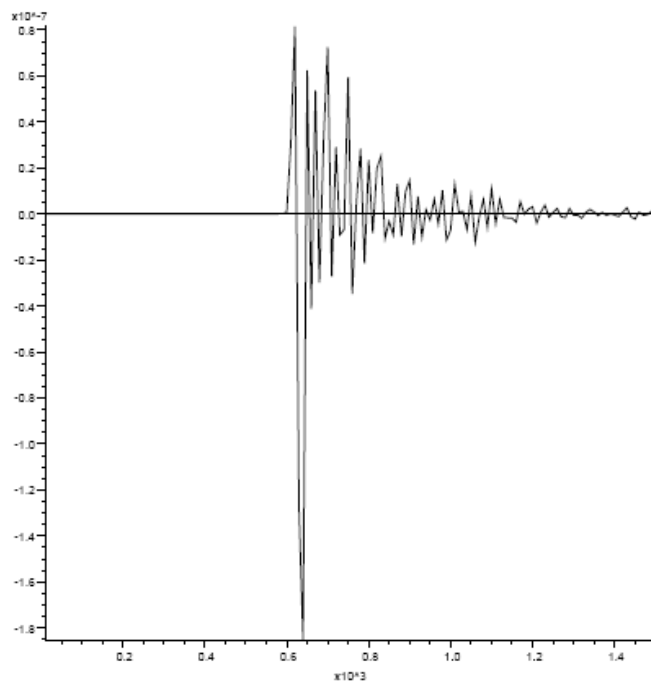
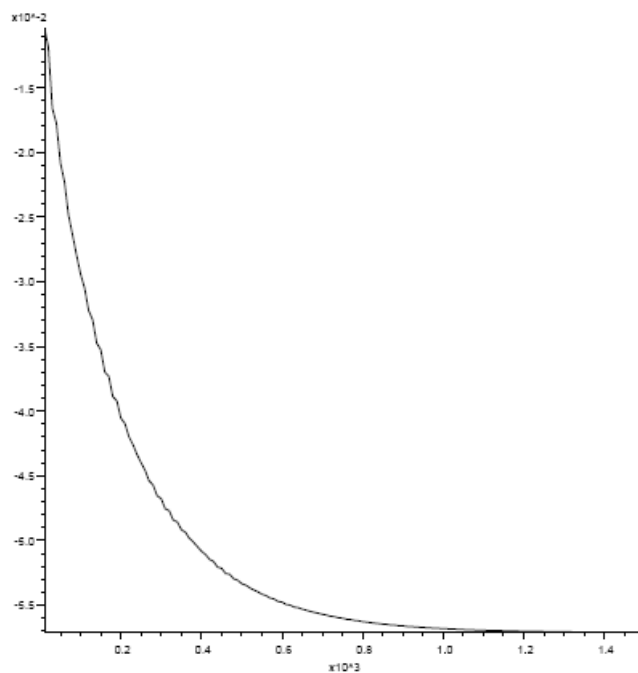

图2.16 节点（3，4，4）x方向速度记录图
图2.17 节点（0，0，8）z方向位移记录图
可以分别看到所记录节点的速度记录图（见图2.16）和位移记录图（见图
2.17)。在图2.16中可以看到速度值已经接近于“0”；在图2.17中我们也可以看到位移值已接近某一固定值。